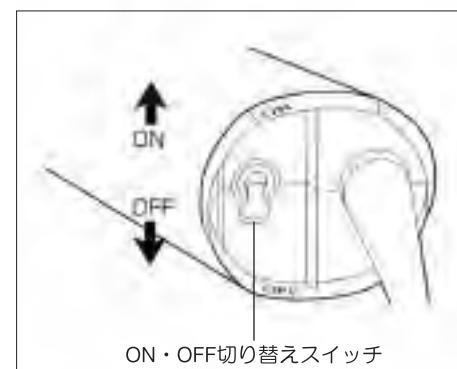

図7
- ・本機後部にある、ON・OFF切り替えスイッチをON側に倒すとスイッチが入り、OFF側に倒すとスイッチが切れます。(図7参照)